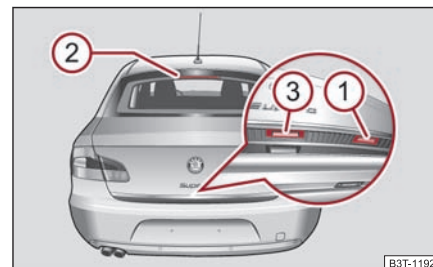

Fig. 45 Mânerul capacului portbagajului
- Apăsați mânerul ① ⇒ fig. 45 de pe marginea de jos a capacului portbagajului.
- Așteptați până când lampa frânei ② din lunetă clipește de două ori. ▶
- Apăsați profilului de prindere ③ și ridicați simultan capacul portbagajului.